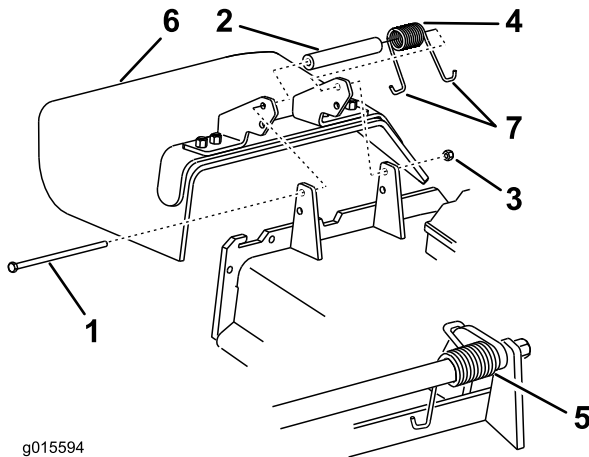

Figura 90
1. Retire la contratuerca, el perno, el muelle y el espaciador que sujetan el deflector a los soportes de pivote (Figura 90).
Nota: Asegúrese de colocar 1 extremo en J del muelle detrás del reborde de la carcasa antes de instalar el perno, según se muestra en Figura 90.
6. Coloque 1 extremo en J del muelle alrededor del deflector de hierba (Figura 90).